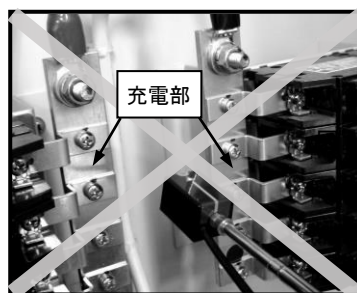

図 16 使用禁止例
- ロッドセンサの伸縮ロッド部は導電体です。図16のように裸充電部がある場所では、感電事故や短絡事故につながる恐れがありますので、使用しないでください。